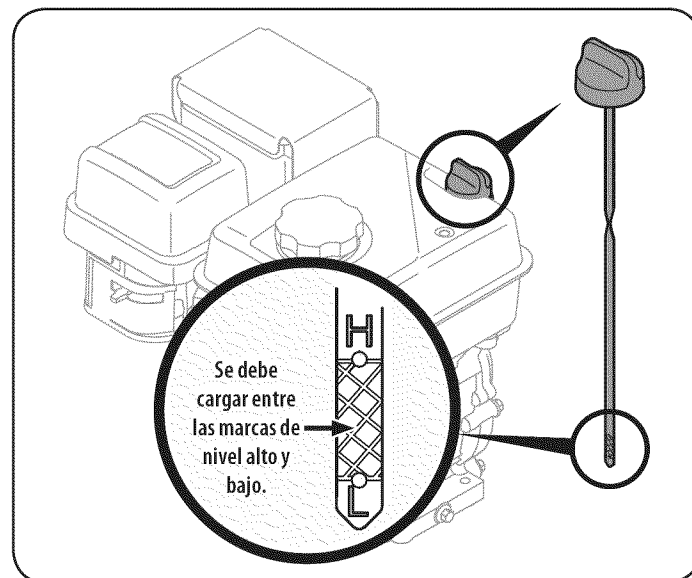

Figura 10
2. Compruebe el nivel de aceite asegurándose que la varilla del nivel de aceite no roce con las paredes interiores del tubo de llenado de aceite. De hacerlo se puede producir una lectura falsa de la varilla del nivel de aceite. Recargue hasta que quede entre las marcas de nivel ALTO (H) y nivel BAJO (L) de la varilla del nivel de aceite, si es necesario. Vuelva a colocar la varilla y ajuste. Vea la Figura 10.